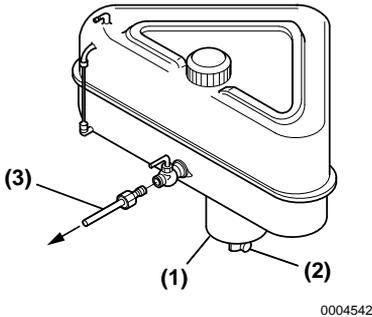

Figure 1
1. Mettez un bac sous le robinet de vidange (**Figure 1, (2)**) pour collecter le carburant.